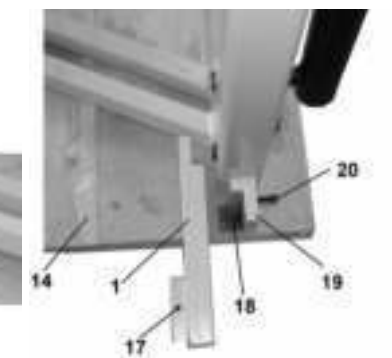

Рис. 5
7.5. Установите дополнительные опоры (1) и закрепите их болтами (20) на опоре (19), Рис. 5.